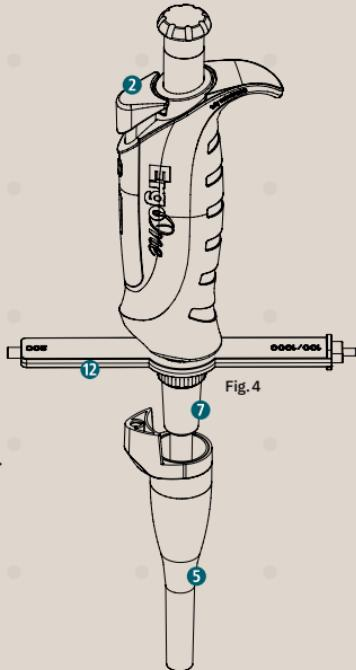

Fig. 4
- Premere completamente il pulsante di espulsione ② e sfilare verso il basso il manicotto di espulsione puntale ⑤ (Fig. 4).
- Svitare con cautela in senso orario il cono della pipetta ⑦ con il dispositivo ausiliario ⑫ (la rimozione del cono del puntale nel caso di ErgoOne® 5 ml viene eseguita senza il dispositivo ausiliario).